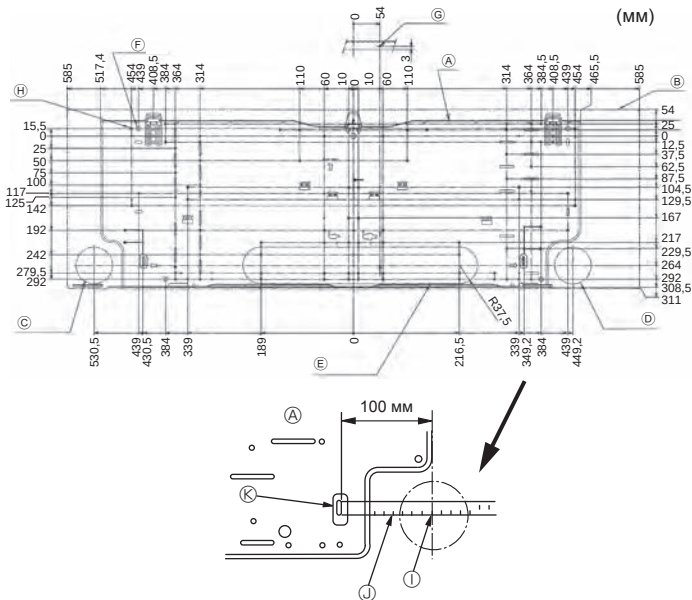

Fig. 3-2
①	Монтажна плата	1	Кріпити на задній панелі блока
②	Самонарізний гвинт 4 × 25	7
③	Повстяна стрічка	2
④	Г-подібний штуцер	1
⑤	Зарядна гайка	1
⑥	* Безпроводний пульт дистанційного керування	1
⑦	* Тримач пульта дистанційного керування	1
⑧	* Лужні елементи живлення (розмір AAA)	2
⑨	* Самонарізний гвинт 3,5 × 16	2
⑩	Прокладка	1	Використайте пакувальний матеріал
3.2. Установлення кріплення для монтажу на стіні (Fig. 3-2)